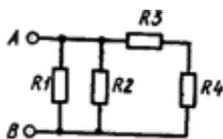

Рис. 1.9. Схема
9. Для электрической цепи, представленной на рис. 1.9, определить общую проводимость цепи, если  $R_1=25 \text{ Ом}$ ,  $R_2=50 \text{ Ом}$ ,  $R_3=40 \text{ Ом}$  и  $R_4=60 \text{ Ом}$ .